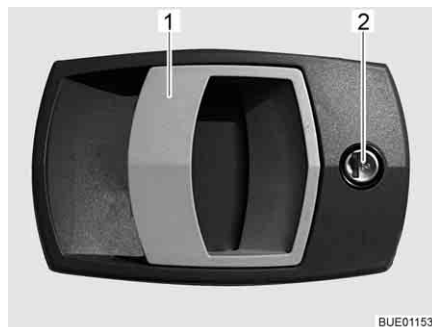

Bild 26 Türschloss Eingangstür, außen
- Schlüssel in Schließzylinder (Bild 26,2) stecken und drehen, bis das Türschloss entriegelt ist.
- Am Türgriff (Bild 26,1) ziehen. Die Tür ist geöffnet.
- Schlüssel in Schließzylinder (Bild 26,2) stecken und drehen, bis das Türschloss verriegelt ist.